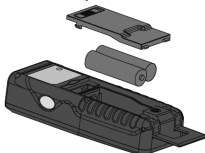

Fig. 14: Sostituzione batteria interna
1. Traslare verso destra il blocco del coperchio del vano batterie e rimuovere lo stesso (vedere Fig. 14)